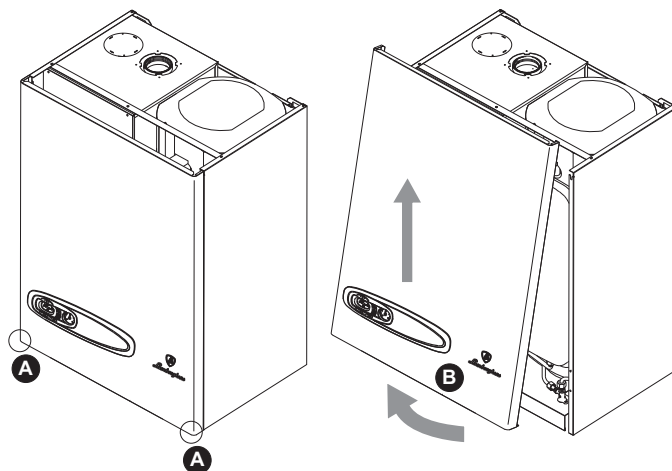

fig. 25 - Apertura pannello frontale
1. Svitare le viti **A** (vedi fig. 25).